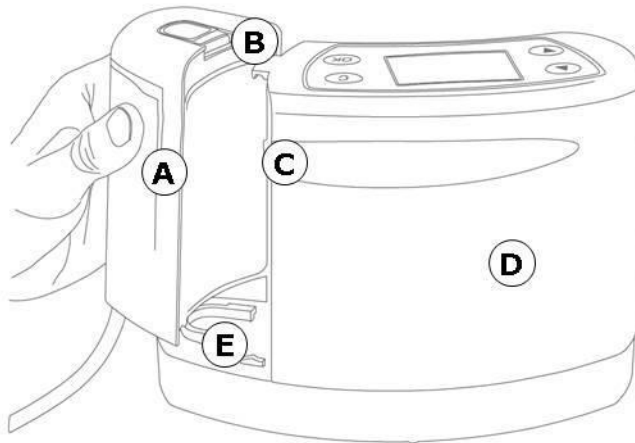

Abb. 5 Anschluss des Einweg-Sekretbehälters
1. Nehmen Sie den Einweg-Sekretbehälter (Abb. 5(A)) aus der Verpackung.
2. Schieben Sie den Behälter auf die Führungsschiene (Abb. 5(E)) am **ASSKEA ped M**, bis der Einweg-Sekretbehälter hörbar an der Verriegelung (Abb. 5(B)) einrastet.
4. Drücken Sie auf die Verriegelung oben am Behälter (Abb. 5(B)), halten Sie diese gedrückt und ziehen Sie den Einweg-Sekretbehälter waagrecht vom Gerät weg.